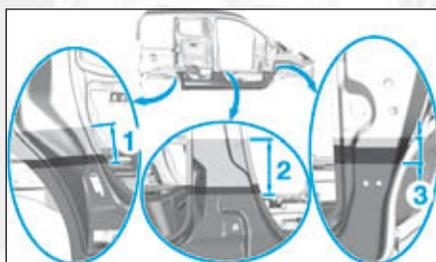

FIG. 106
• Tracer puis découper à l'aide d'une scie en (1), (2) et (3) (Fig.106).